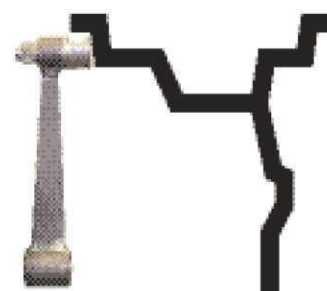

Рис. 10.1
11.2. Данная модель СБ снабжена устройством, позволяющим автоматически вводить диаметр колеса и дистанцию до колеса. Для этого необходимо, взяв за рукоятку, вытянуть из корпуса СБ штангу ввода параметров, подвести палец на конце рукоятки к месту установки корректирующих грузов на внутренней стороне диска (см. рис. 10.1) и удерживать штангу в этом положении до появления звукового сигнала, после чего вернуть штангу в исходное положение. При этом экран
Примечание: На маркировке диска указывается диаметр по посадке резины. А с помощью выдвижной штанги вводится диаметр места установки груза, например, на (рис. 10.1) вводится диаметр места установки груза на пружинке, который больше диаметра по посадке резины примерно на 1 дюйм. Поэтому диаметр, введенный выдвижной штангой будет отличаться от диаметра на маркировке диска и шины.